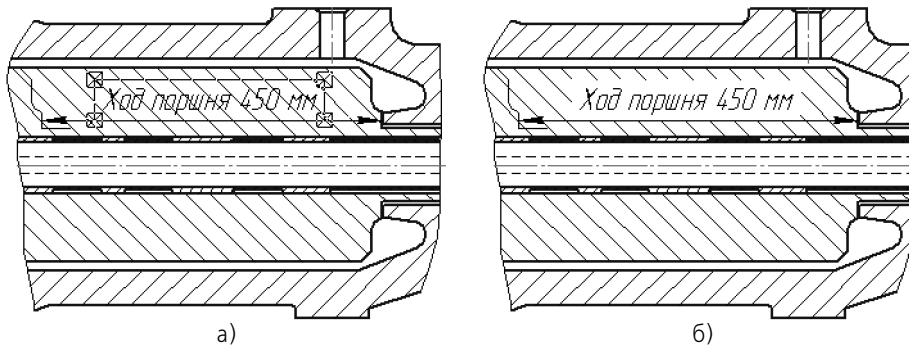

Рис. 40.9. Использование временной ломаной линии в качестве границы области очистки: а) формирование ломаной, б) результат операции
Если границей очищаемой области является ломаная, не совпадающая полностью ни с одним из имеющихся контуров (рис. 40.9), сформируйте ее вручную. Для этого нажмите кнопку **Ручное рисование границ**. Дальнейший порядок действий описан в разделе 21.1.1 на с. 193.
- ▼ Если в числе объектов, частично попавших в область для очистки, есть объекты оформления (линии-выноски, обозначения баз, допусков формы и т.п.), то в большинстве случаев они удаляются полностью. Размеры имеют следующую особенность: они не удаляются, если в области для очистки оказалась размерная надпись. Благодаря этому можно получать изображения, показанные на рис. 40.9.